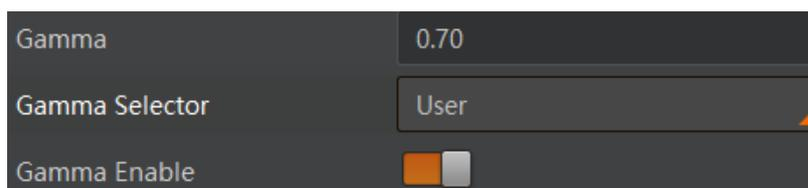

图8-22 User 模式
3. 在 *Gamma* 参数中输入需要设置的数值，参数范围为 0 ~ 4，如图 8-22 所示。